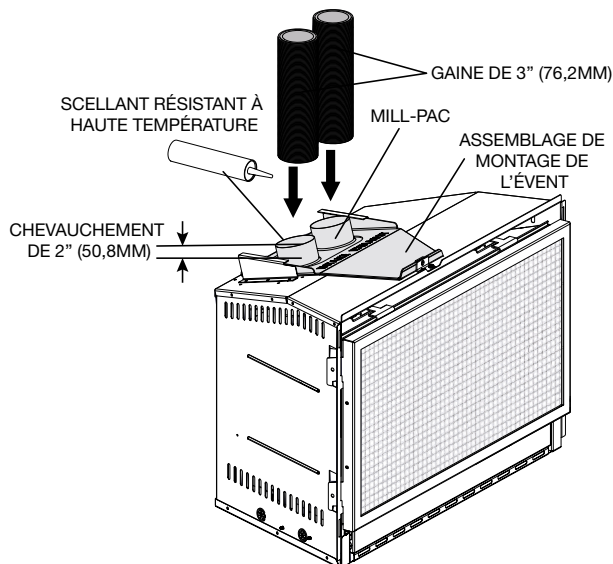

Fig. 2
3. **À L'INTÉRIEUR :** Retirez la vis de fixation du devant de la plaque de support des événements. Engagez seulement la plaque de support des événements dans la glissière et tirez-la jusqu'au support de fixation à l'avant. Installez la plaque coulissante de la même façon. Réinstallez la vis de fixation. Vous pouvez à présent installer l'encastré dans son emplacement définitif à l'intérieur de l'appareil de chauffage au bois, avec la vis de fixation bien serrée de façon à ce que la plaque coulissante soit solidement fixée au support de fixation (**Fig. 2**).